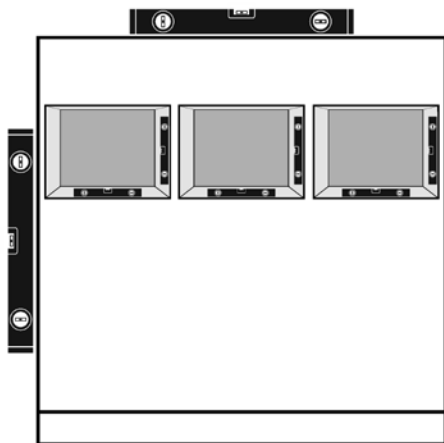

Рис. 1
1. Убедитесь в том, что мебель выставлена по уровню и выровняйте все монтажные поверхности. (Рис. 1)
2. Убедитесь в том, что все монтажные поверхности идеально горизонтальны. (Рис. 1)
2. Убедитесь в том, что все монтажные поверхности идеально горизонтальны. В противном случае перекося необходимо устранить после вставки техники. (Рис. 1)